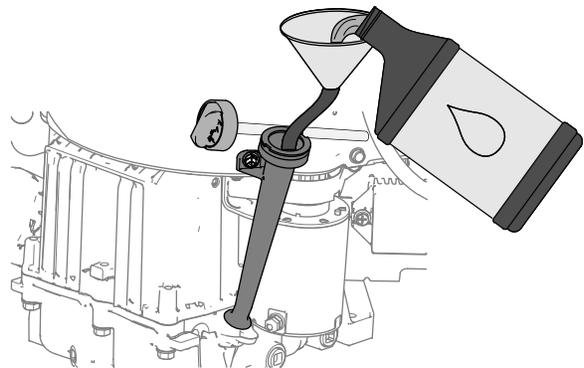

Figure 72
7. Si le niveau d'huile est trop bas, essuyez la surface autour du goulot de remplissage et faites l'appoint d'huile spécifiée (Figure 72) jusqu'à ce que le niveau se situe entre les zones hachurées sur la jauge.